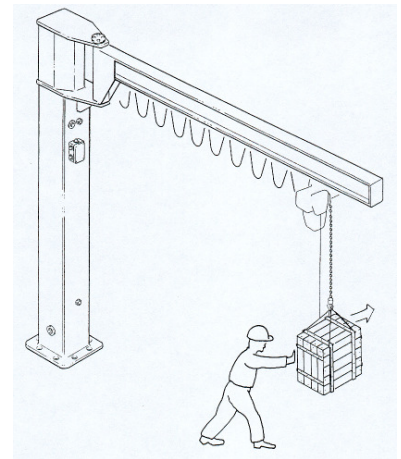

Fig.66
- **TOUJOURS** travailler en poussant et ne jamais tirer la charge (fig. 66).